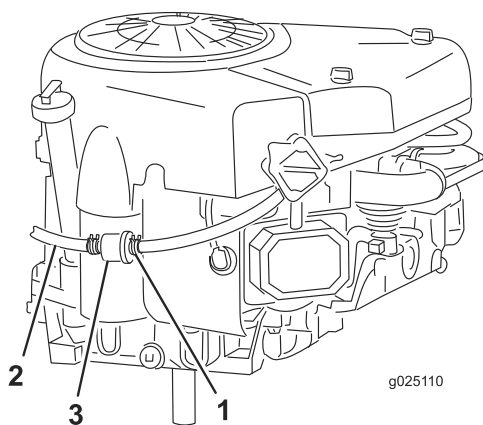

Figura 30
7. Premete le estremità della fascetta stringitubo e sfilatela dal tubo del carburante in direzione del serbatoio (Figura 30).
8. Staccate il tubo del carburante dal filtro (Figura 30) e spurgate il carburante in una tanica o in una bacinella di spurgo omologate.
10. Infilate la fascetta vicino al filtro del carburante, per fissare sia il tubo sia il filtro del carburante (Figura 30).
Il momento più opportuno per sostituire il filtro del carburante (Figura 30) è quando il serbatoio del carburante è vuoto. Non rimontate mai il filtro carburante sporco dopo averlo tolto dal tubo di alimentazione del carburante.